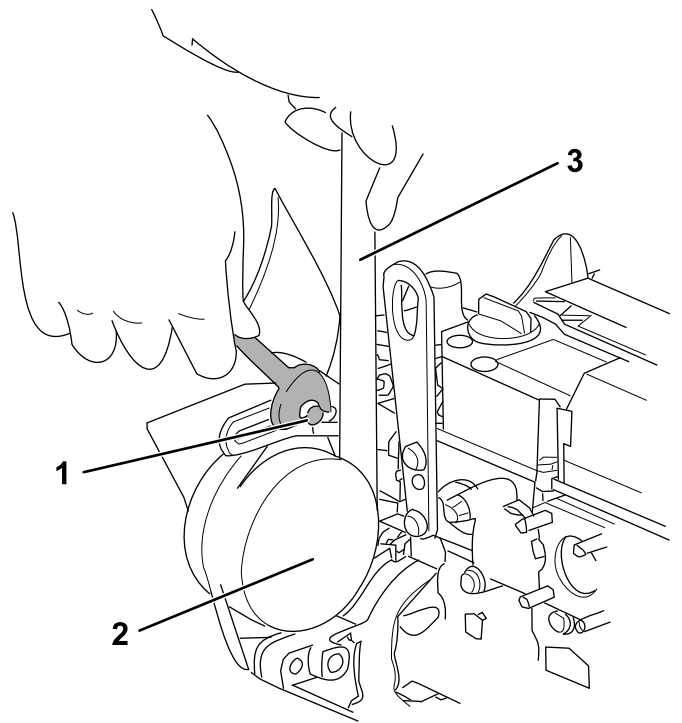

Figura 64
3. Afloje los pernos y las tuercas de ajuste y, a continuación, mueva el alternador con una llave para apretar la correa con la tensión correcta (Figura 64).
4. Apriete los pernos y las tuercas de ajuste (Figura 64).